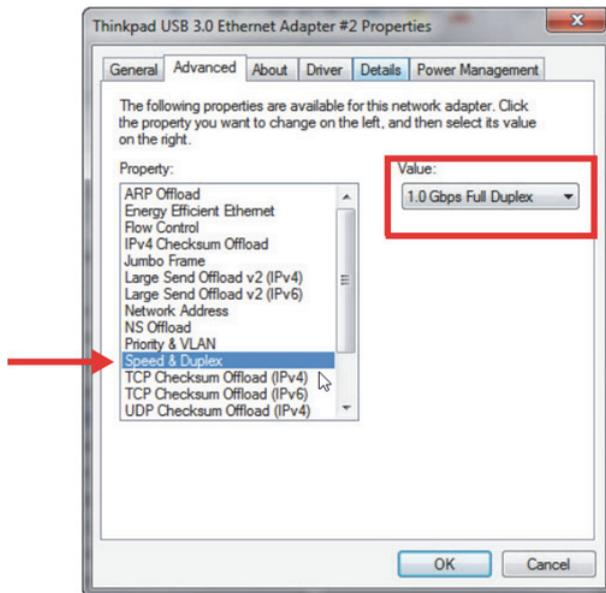

Figura 7-3 Configuración del parámetro Speed & Duplex (Velocidad y dúplex)
- En la pestaña **Advanced** (Avanzado), bajo el parámetro **Properties**, seleccione **Speed & Duplex** (Velocidad y dúplex); a continuación, el valor (**Value**) cambiará a **1.0 Gpbs Full Duplex** (1.0 Gpbs dúplex completo) o **Auto-Negotiation** (Negociación automática) [ver Figura 7-3 en la página 82].
| Figura 7-3 | Configuración del parámetro Speed & Duplex (Velocidad y dúplex) | 82 |